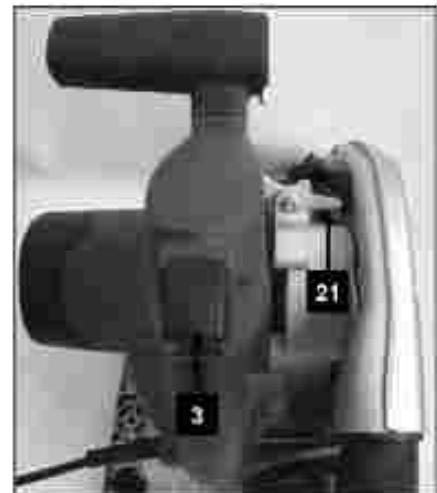

Рис. 11
7. Подключите пилу к электросети и держа пилу двумя руками включите пилу. Для включения пилы сдвиньте кнопку блокировки курка вверх (поз. 3, рис. 11), при этом предохранитель (поз. 21, рис. 11) встанет в рабочее положение и курок разблокируется. Нажмите на курок.